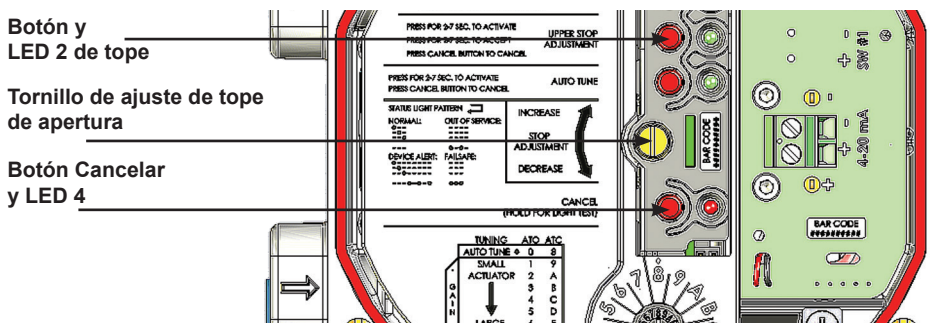

Figura 21 - Tornillo de ajuste de tope de apertura
2. Mueva la válvula a la ubicación deseada por medio del tornillo de ajuste de tope de apertura (Figura 21).